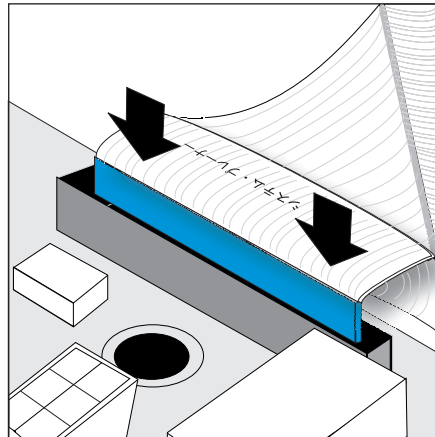

図 255. システム・ボードへのサービス・コントローラー・ケーブルの取り付け
12. ケーブルがまっすぐに装着されていることを確認しながら、システム・ボードにリボン・ケーブルの端 (システム・プレーナー (System Planar) のマークが付いた) を慎重に取り付けます (681 ページの図 255 を参照)。ケーブル・コネ